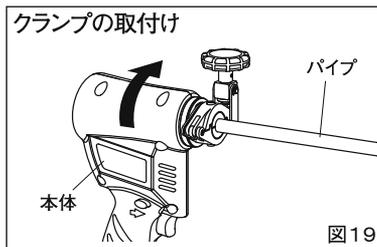

図19
* 本体の切り欠き位置(差込口)にクランプの突起部を合わせてセットし本体を図19の矢印の方向に「カチッ」とはめ込んでください。ノッチで固定されます。